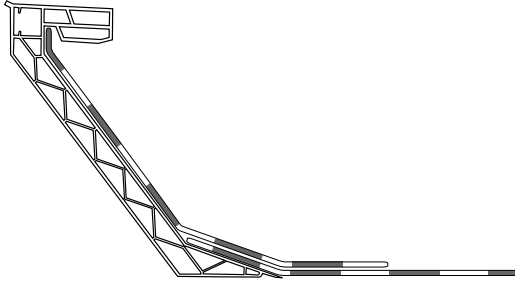
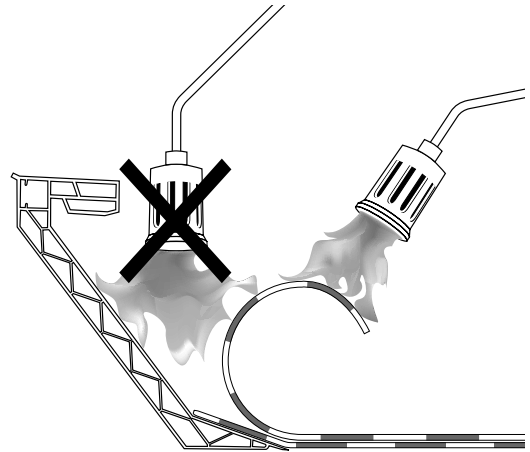

Fig. 1
Fig. 2
- Screw the curb on the roof construction through the indication line of the flange. Start at 7,5 cm from the extremities. The axis distance of the other screws must not exceed 30 cm. Pull up the roofing underneath the top flange (see fig. 1). Beware that the membrane and not the curb is warmed up when using the welding with flame method as shown on figure 2.
- Schrauben Sie den Aufsatzkranz an der Dachkonstruktion fest durch die Indikationslinie vom Flansch. Fangen Sie am 7,5 cm der Enden an. Die Achsdistanz der anderen Schrauben soll maximal 30 cm betragen. Ziehen Sie die Dachbedeckung bis zum oberen Flansch (siehe Bild 1). Achten Sie darauf, dass beim Schweißen mit Flamme die Membran und nicht den Aufsatzkranz geheizt wird (siehe Bild 2).